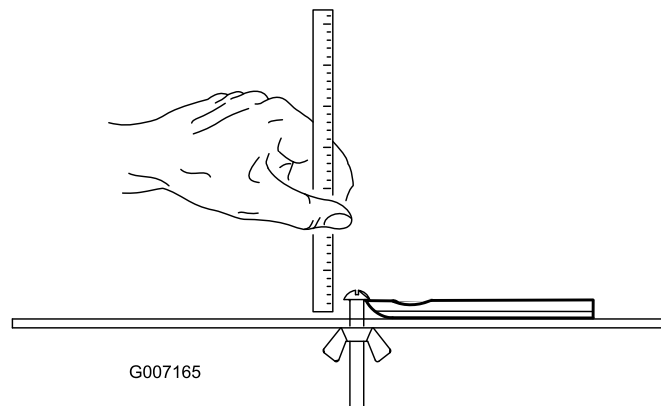

図 29
**注** どのベッドナイフの場合も、使用限界の測定基準はベッドナイフの底面です図 29。